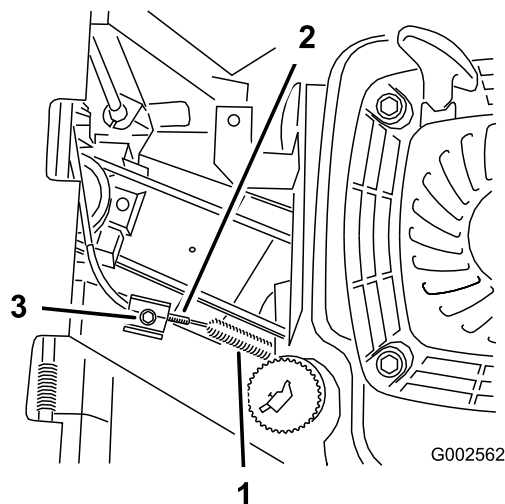

Figure 29
4. Desserrez la vis du serre-câble jusqu'à ce que la gaine du câble puisse coulisser (Figure 29).